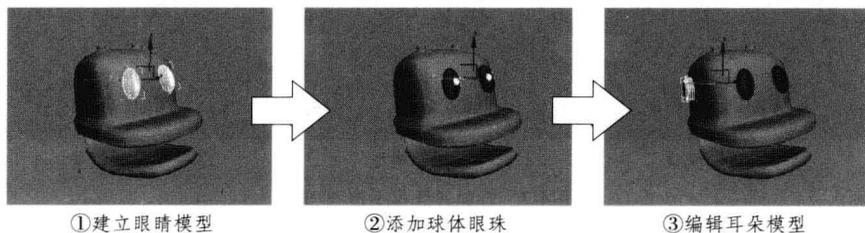

图4-4 添加眼睛与耳朵流程图
《卡通机械狗》机械模型第二流程（步骤）是添加眼睛与耳朵，制作又分为 3 个流程：①建立眼睛模型、②添加球体眼珠、③编辑耳朵模型，见图 4-4。